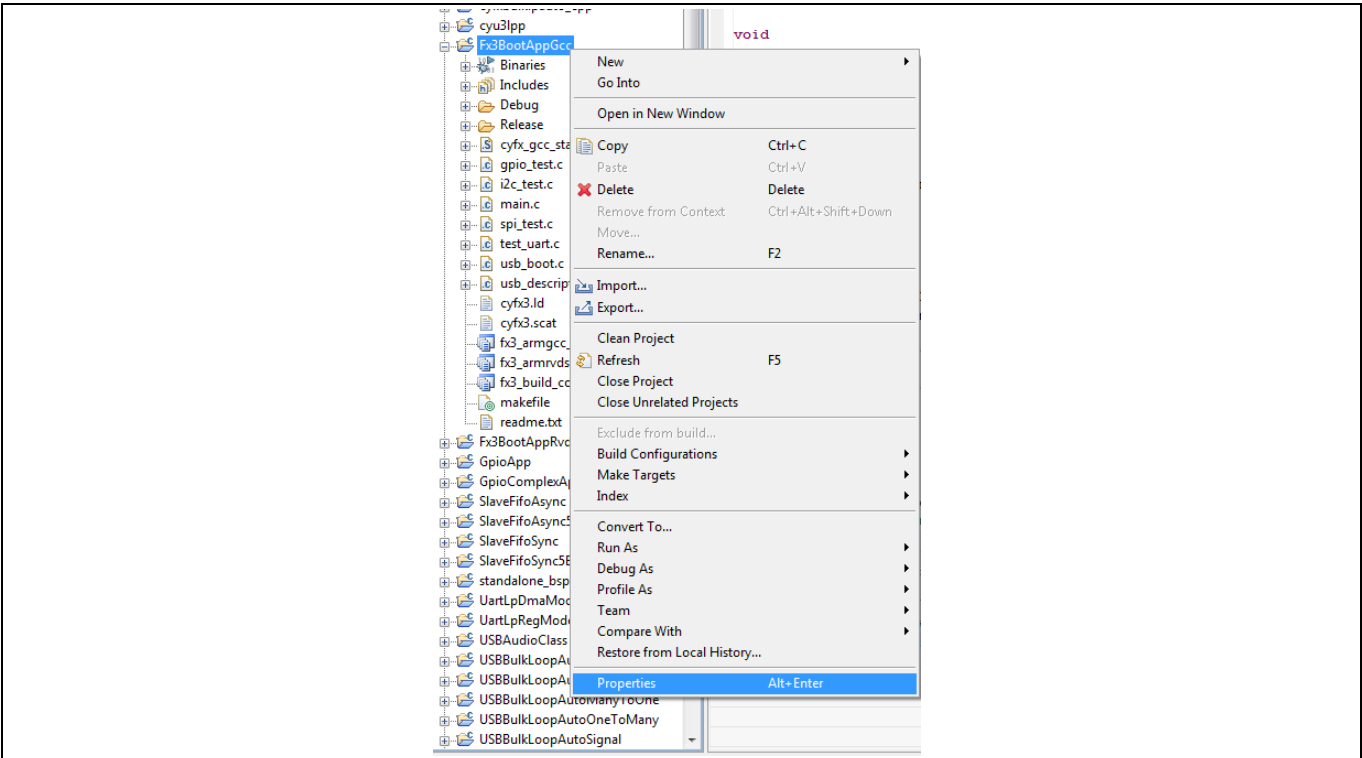
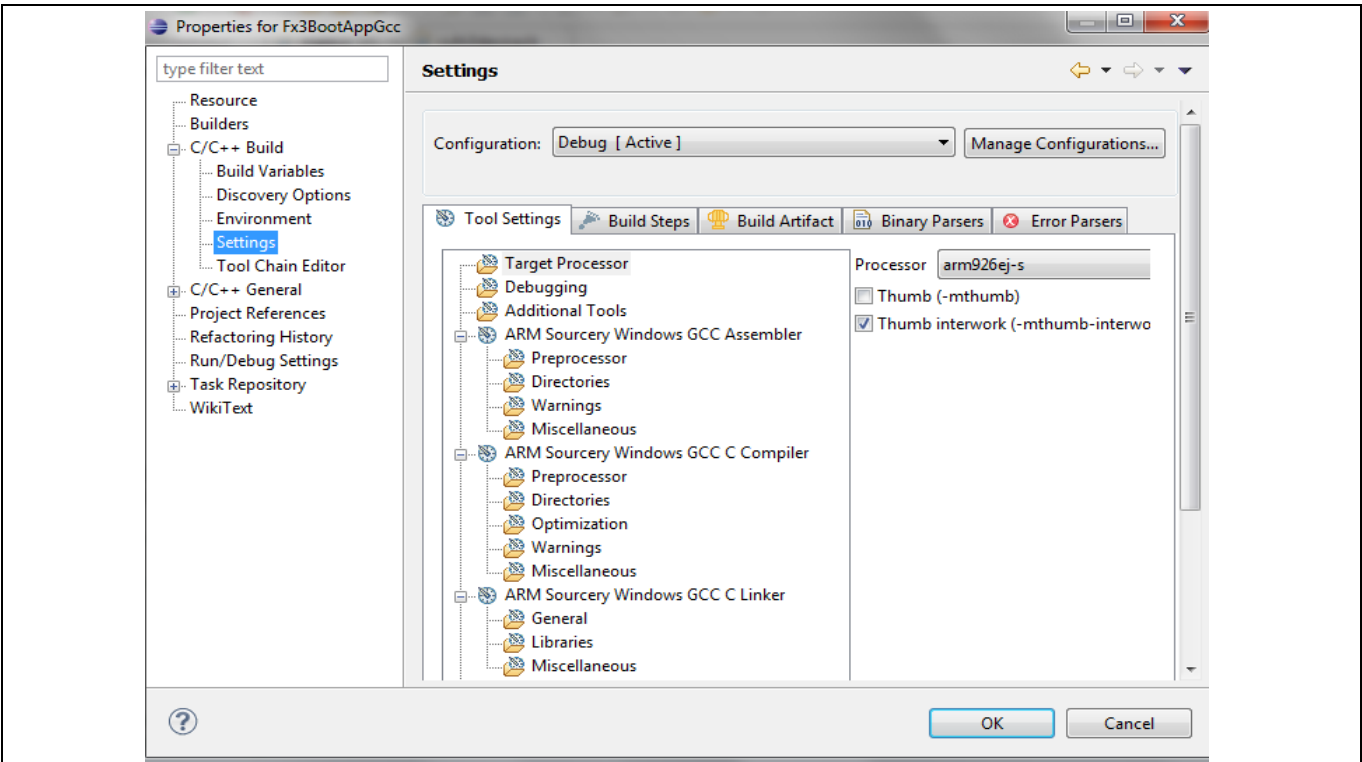
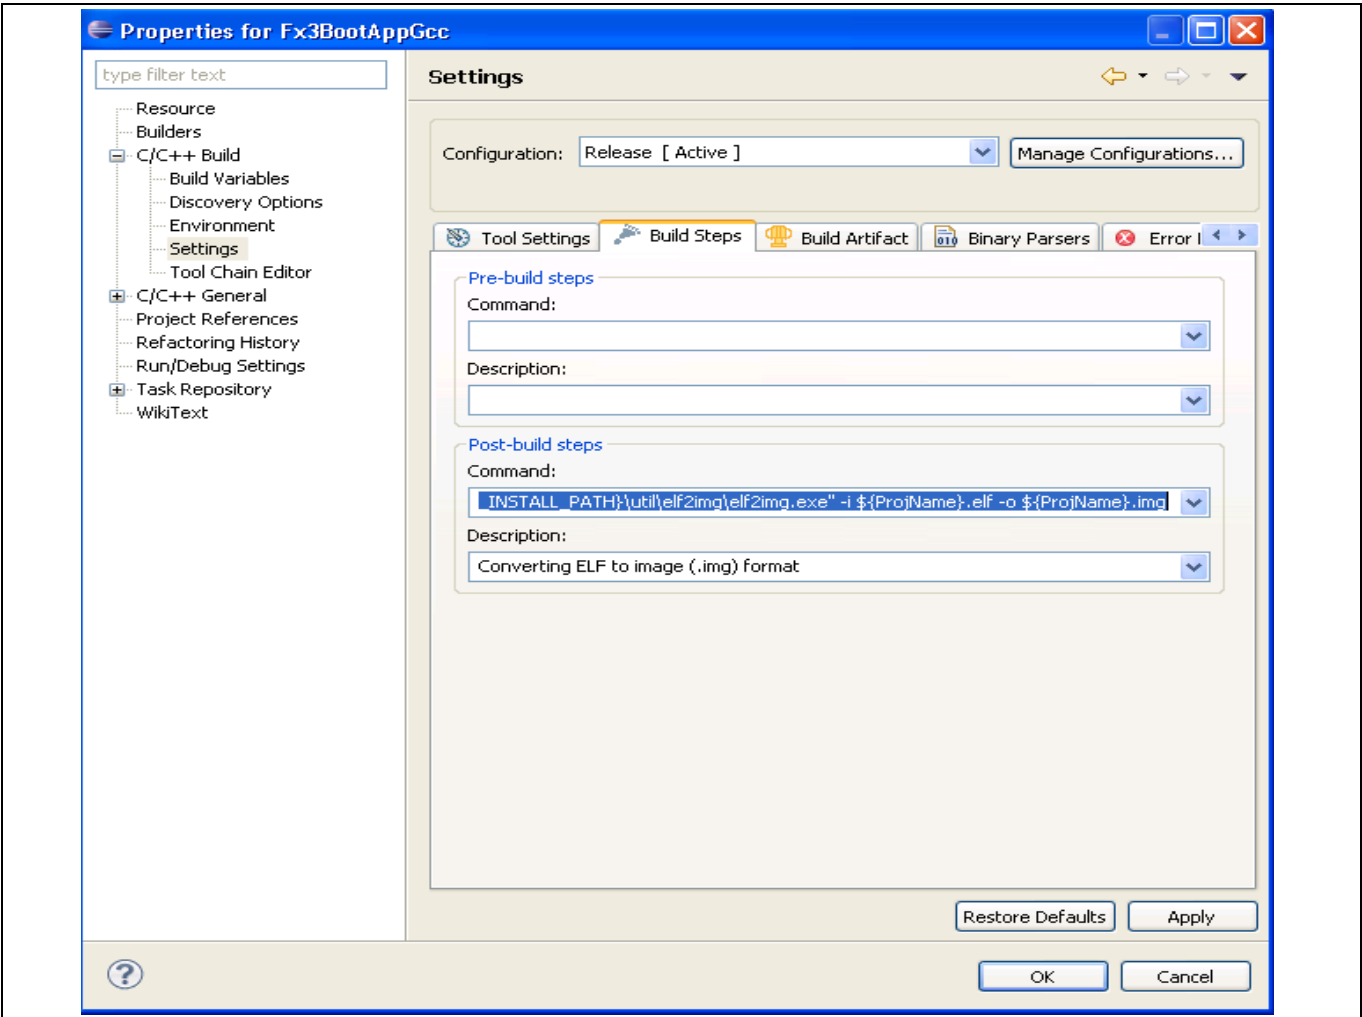

Figure 13 右击 Eclipse IDE 中的项目
Figure 14 选择设置
Figure 15 "Post-Build Steps" 中用于 USB 启动镜像的 elf2img 命令配置
1. 在 Eclipse IDE 中编译固件镜像，如 Figure 13、Figure 14 和 Figure 15 所示。